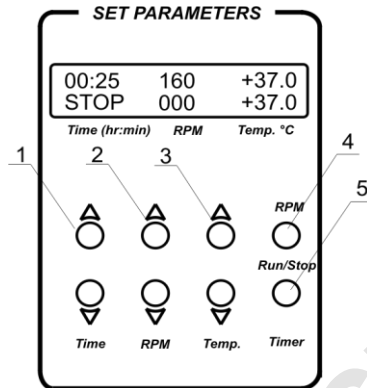

Fig.1 Panneau de configuration
- 4.3. **Réglage de la durée (Time).** Utilisez les touches **Time ▲** et **▼** (Fig. 1/1) pour programmer l'intervalle de durée de travail souhaitée en heures et en minutes (intervalle d'incrémentations de 1min). Appuyez sur la touche pendant plus de 3 secondes pour augmenter l'incrémentations.
- 4.4. **Réglage de la vitesse (RPM).** Utilisez les touches **RPM ▲** et **▼** (Fig. 1/2) pour régler l'intensité d'agitation souhaitée en tours par minute (intervalle d'incrémentations de 10tpm). Appuyez sur la touche pendant plus de 3 secondes pour augmenter l'incrémentations.
- 4.5. **Réglage de la température (Temp. °C).** Utilisez les touches **Temp. ▲** et **▼** (Fig. 1/3) pour régler la température souhaitée (intervalle d'incrémentations de 0,1°C). Appuyez sur la touche pendant plus de 3 secondes pour augmenter l'incrémentations.
- 4.7. Appuyez sur la touche **RPM-Run/Stop** (Fig. 1/4). La plate-forme se mettra à tourner et l'indicateur du minuteur commencera à décompter l'intervalle de temps (précis à 1 minute près).
Attention: Une fois que la durée programmée s'est écoulée, le mouvement de la plate-forme s'arrête automatiquement. En revanche, le chauffage s'arrête **UNIQUEMENT** manuellement en utilisant la ▼ touche **Temp.** (Fig. 1/3 - touche du bas) pour diminuer la température jusqu'à ce que l'indication OFF apparaisse dans la ligne supérieure de l'écran.
- 4.10. Le minuteur peut être redémarré en cours d'utilisation si nécessaire. Appuyez une fois sur la touche **Timer-Run/Stop** (Fig. 1/5) pour arrêter le minuteur. Appuyez de nouveau sur la touche **Timer-Run/Stop** pour redémarrer le minuteur.